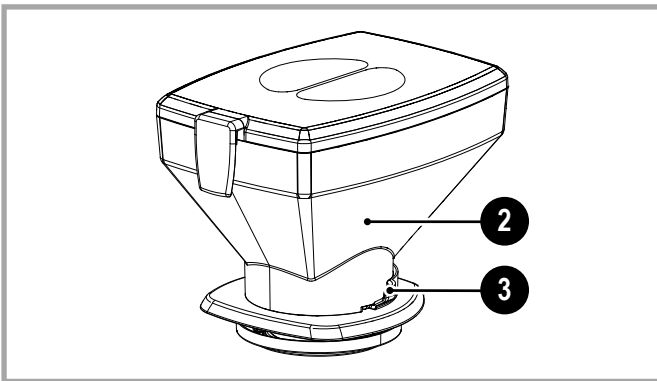

Abb. 8.1 - Trichter
Für die Reinigung des Trichters führen Sie folgende Vorgänge aus (Abb. 8.1 und 8.2).
- Schließen Sie den Schieber (3 - Abb. 8.1), indem Sie ihn nach innen schieben. Starten Sie den Mahlvorgang, bis die Kaffeereste im Mahl- und Dosierwerk aufgebraucht sind.
- Entfernen Sie den Trichter (2 - Abb. 8.1) vom Mahl- und Dosierwerk.
- Entfernen Sie eventuell im Trichter verbliebenen Kaffee (2 - Abb. 8.1).
- Stellen Sie, bevor Sie den Trichter (2 - Abb. 8.1) wieder auf dem Mahl- und Dosierwerk anbringen, sicher, dass Sie die nassen oder feuchten Teile vollständig abgetrocknet haben.